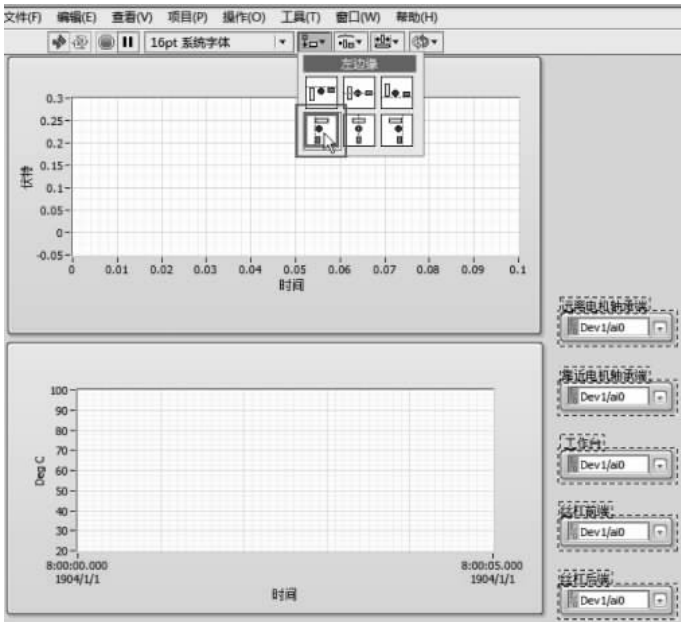

图 3-35 控件左对齐
- (1) 左对齐。单击工具栏中的“左对齐”图标,如图 3-35 所示。